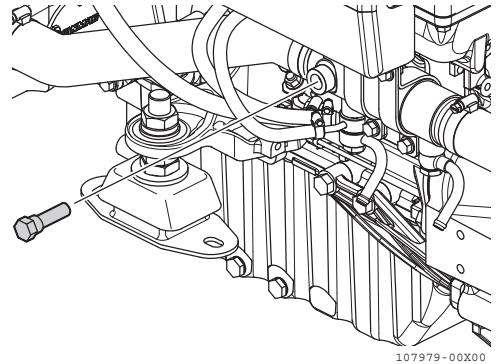

Figure 23
3. Retirez tous les bouchons (**Figure 23**) anodes en ZINC étiquetées (**Figure 22**).